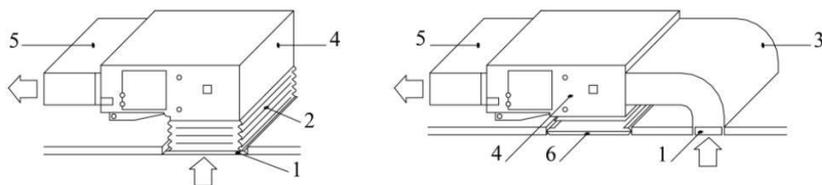

Fig.12
e) O método de instalação pode ser escolhido considerando as condições de construção e manutenção, etc..., conforme mostrado na Fig. 12